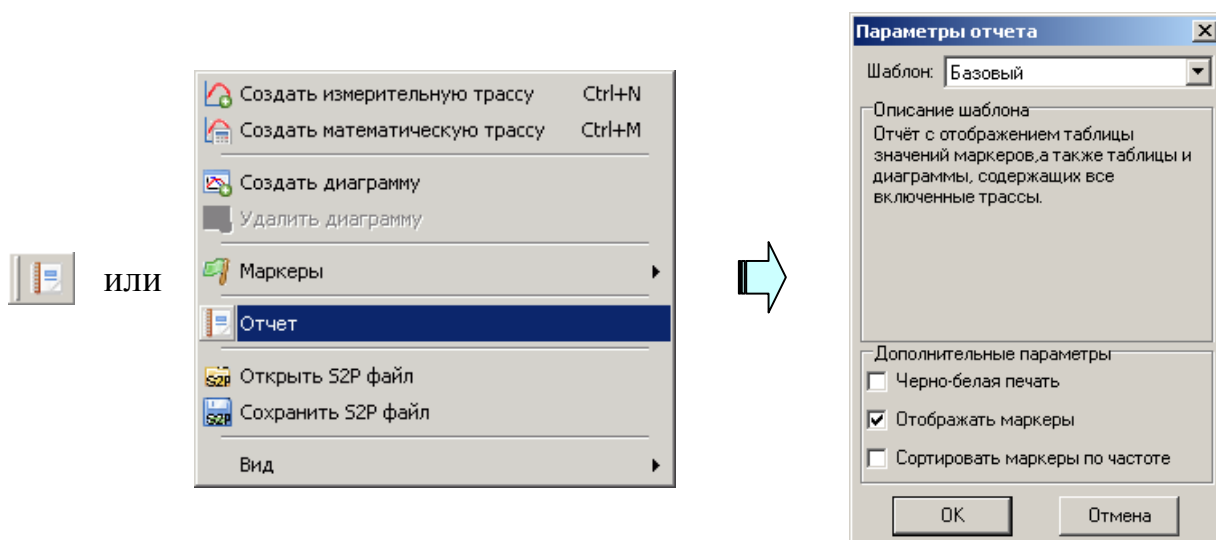

Рисунок 4.30 – Создание отчёта
4.11.4 **Чтобы сохранить *S2P*- или *S1P*-файл**, следует выбрать пункт «Сохранить *S2P* файл» в контекстном меню диаграммы (рисунок 4.30). В выбранный текстовый файл с расширением *s2p* сохраняются частота, модуль (в логарифмическом масштабе) и фаза (в градусах) параметров рассеяния S_{11} , S_{21} , S_{12} , S_{22} . В отличие от сохранения трассы, в *S2P*-файл записываются значения с выходов «Измерений», т.е. до преобразования к некоторому формату отображения и до каких-либо функциональных преобразований над трассами. «Измерения» для записи в качестве того или иного *S*-параметра выбираются автоматически. Если при сохранении *S2P*-файла некоторые *S*-параметры отсутствуют, то вместо них записываются значения (-200 дБ, 0°). Если для некоторых *S*-параметров найдётся несколько подходящих «Измерений», пользователю будет предложено выбрать.